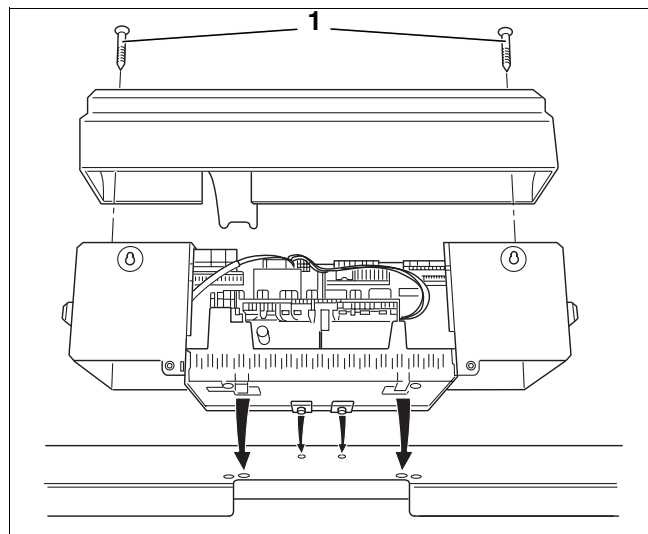

Fig. 23 Montaj aparat de reglare Logamatic 4311 / 4312
- Deșurubați cele 2 șuruburi de tablă (Fig. 23, **Poz. 1**) de sus de la carcasa ce acoperă clemele și îndepărtați carcasa.
- Așezați aparatul de reglare astfel încât cârligele din față să poată fi introduse în găurile ovale, trageți aparatul de reglare în față și apoi împingeți-l în spate până când cele 2 cârlige elastice se fixează (săgeți – Fig. 23).
- Așezați carcasa ce acoperă clemele și înșurubați-o cu 2 șuruburi din tablă (Fig. 23).